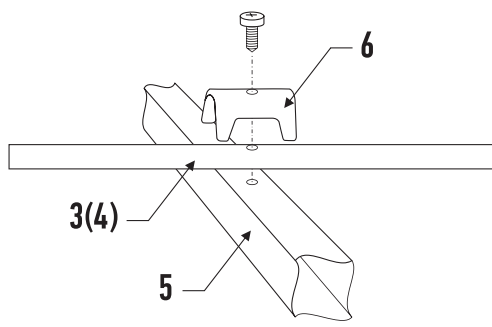

Рис.3 Установка директора и рефлектора на траверсу
- 3. Установить директор и рефлектор с помощью винтов-саморезов и фиксирующей скобы, как показано на рис.3. Обратите внимание! Директор короче петлевого вибратора, а рефлектор-длиннее.